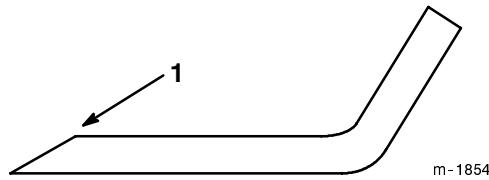

Bild 34
1. Schärfen Sie die Schneidkante an beiden Enden des Schnittmessers mit einer Feile (Bild 34). Behalten Sie den ursprünglichen Winkel bei. Das Schnittmesser behält seine Auswuchtung bei, wenn von beiden Schneidkanten die gleiche Materialmenge entfernt wird.